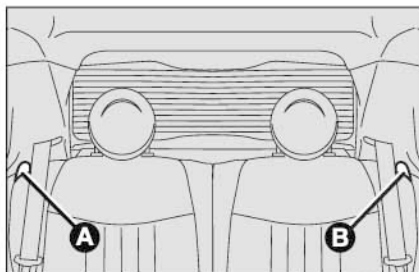

Рис. 53
- с помощью рукоятки **A** или **B** (рис. 53) освободите фиксатор спинки и, придерживая, опустите ее на подушку сиденья.
- с помощью рукояток **A** и **B** (рис. 53) освободите фиксаторы спинок задних сидений и, придерживая, опустите спинки на подушку.